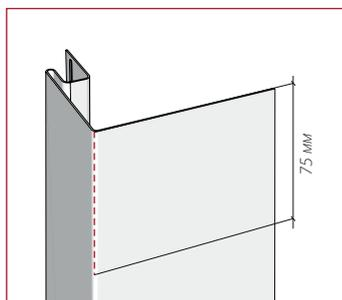
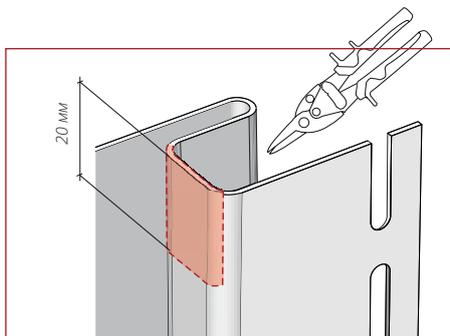
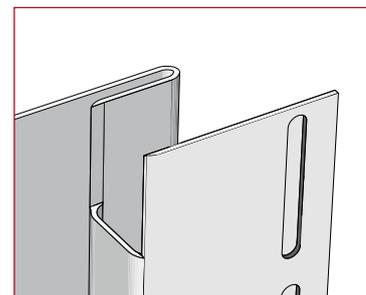

Рисунок 57
Рисунок 59
Рисунок 60
15.13 Сделайте разметку с последующим подрезом согласно рис. 57, рез должен проходить по середине загиба. Далее отмерьте и подрежьте широкую часть околооконной планки согласно рис. 58, произведите вырез паза околооконной планки согласно рис. 59. Готовый результат на рис. 60.